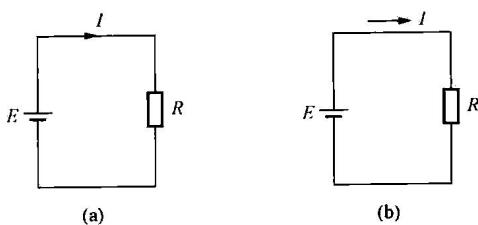

图 1-1 电流的标示法
(3) 电流的单位：A（安培）。
(4) 电流在电路中的标示方法：画在电路中，如图 1-1 所示。
(5) 电流的方向：规定为正电荷运动的方向。